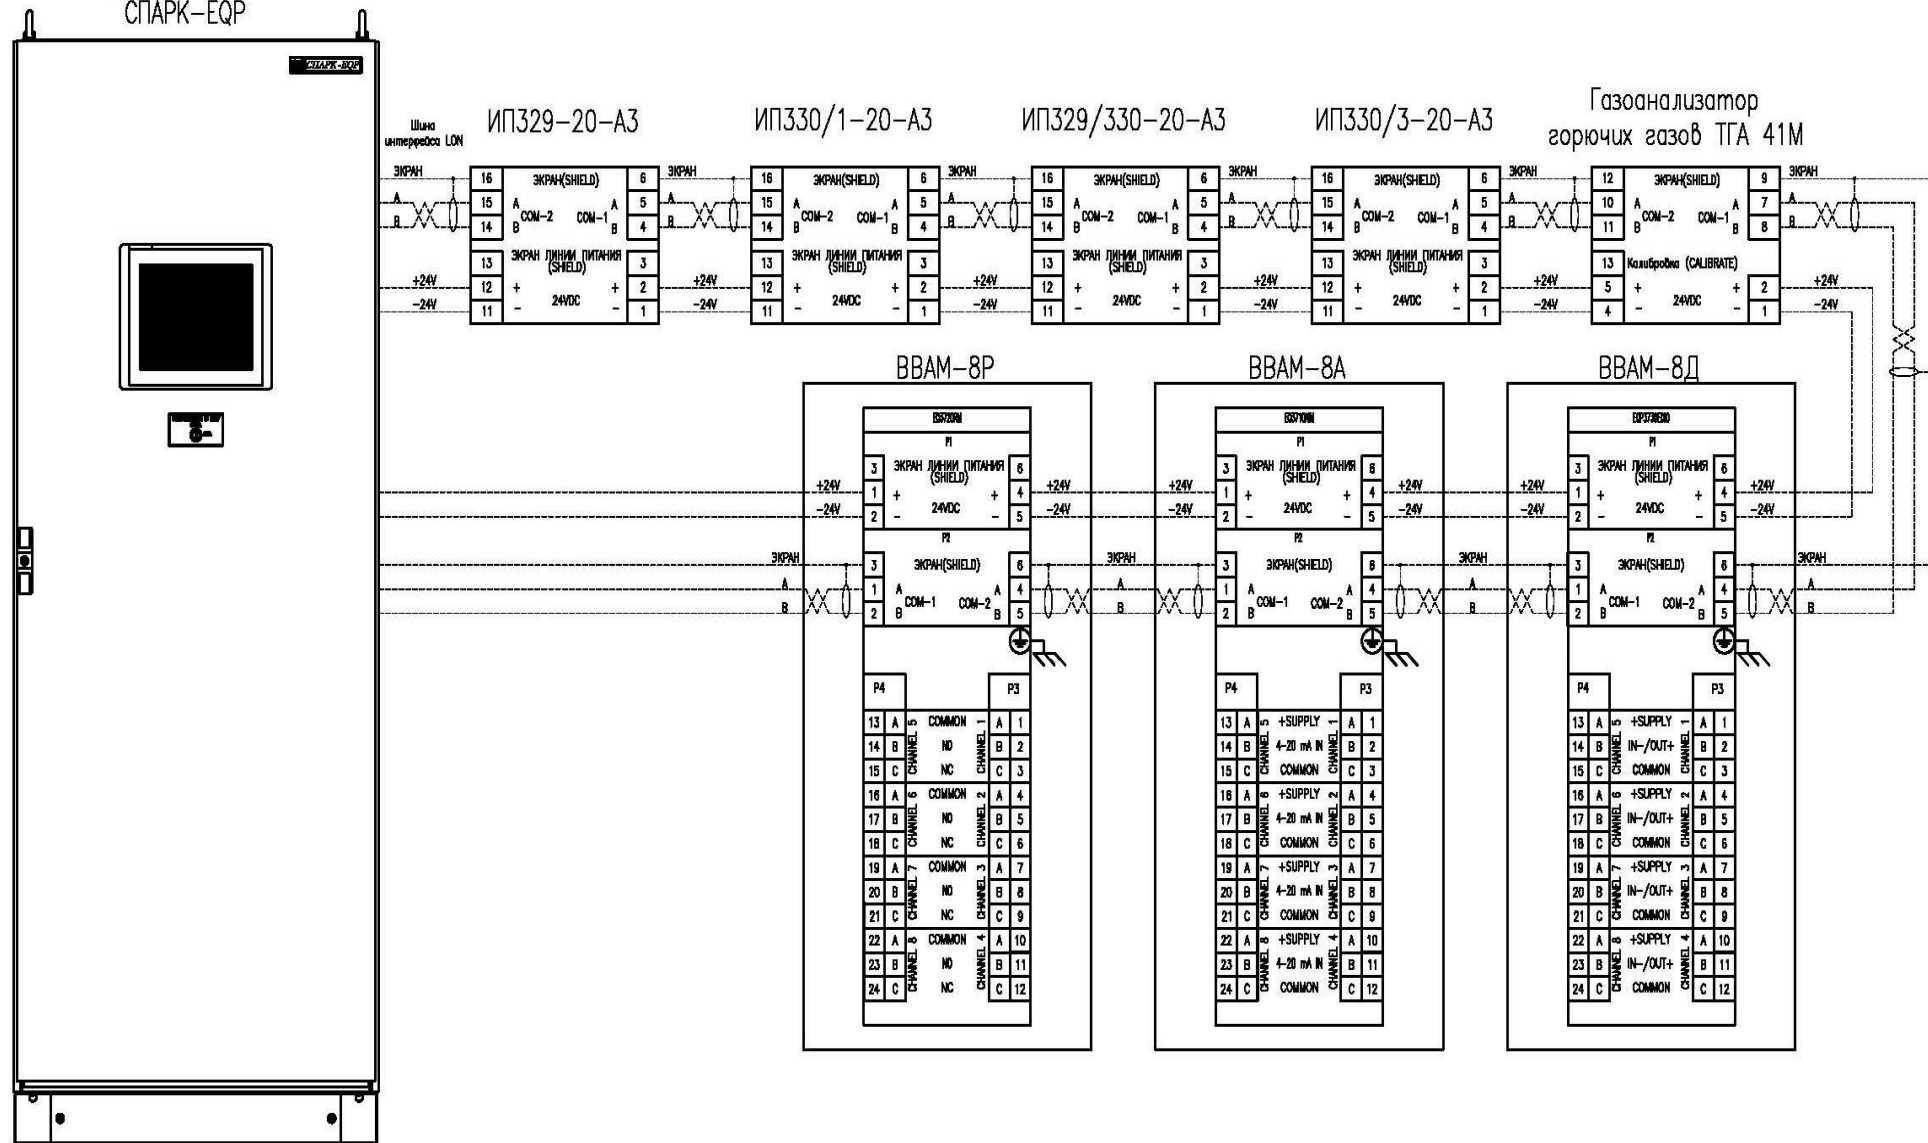

Рисунок 16 – Схема типовой системы на базе контроллера СПАРК-EQP
3. Соединить экранированные провода коммуникационного кабеля с земляной клеммой как показано на рис. 16.